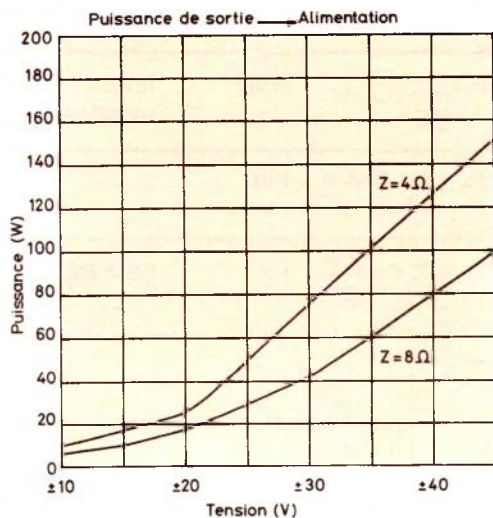

Figure 4
Alimentation maximum = (Vo crête + 5) (1 + régulation) (3), l'abaque de la **figure 4** indique directement les paramètres d'alimentation.